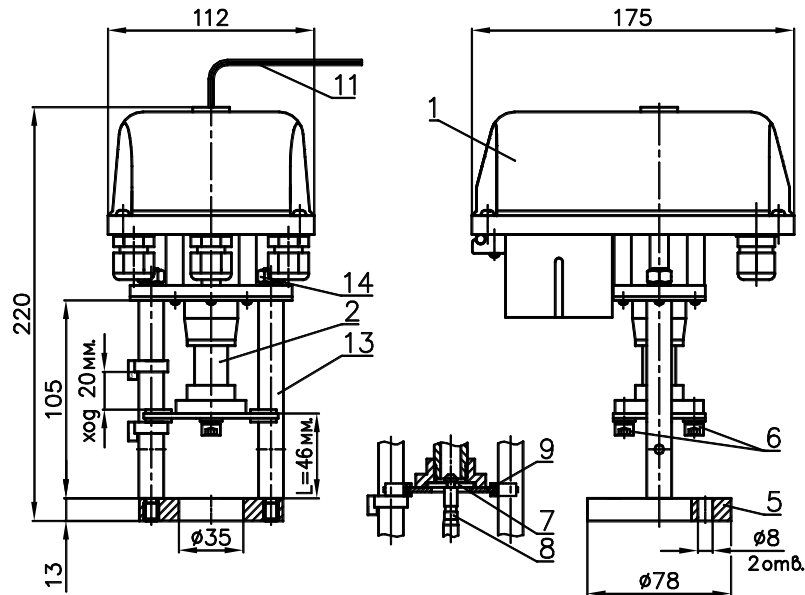

Рисунок 1 - ВЭП-138МВ
- электропривод (рисунок 1 – позиция 1);
- винтовая передача (рисунок 1 – позиция 2).
Электропривод (рисунок 1, 2) выполнен на базе шагового электродвигателя 3, питание и управление которым осуществляется от платы управления 4, обеспечивающей его работу в заданном режиме, а также его отключение при нагрузке больше усилия отключения. ЭИМ имеет три режима работы: калибровки, слежения, ручной. Индикация работы осуществляется светодиодным индикатором 12. Постоянное свечение - работа, мигание - авария. При пропадании сетевого питания и включенной функцией самовозврата ЭИМ, за время не более 45 с, устанавливается в положение, заданное переключателем 15 (нижнее или верхнее).